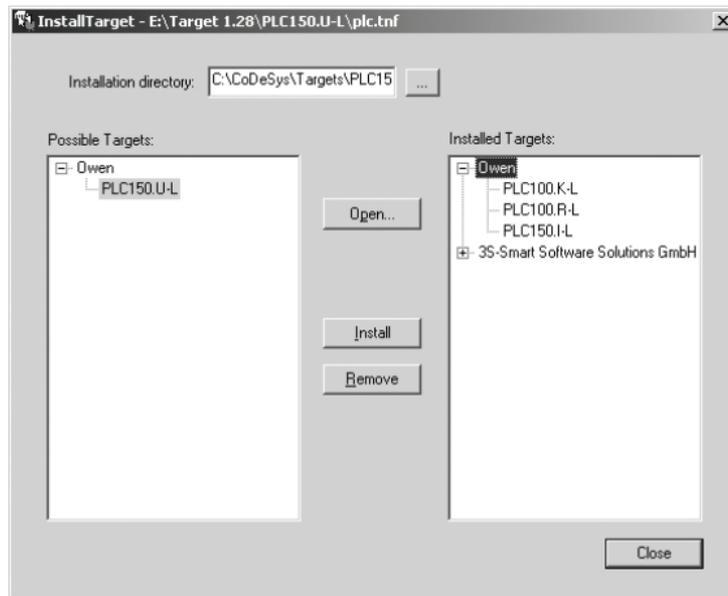

Рис. 2. Окно «InstallTarget» утилиты InstallTarget
1) В открывшемся при запуске утилиты **InstallTarget** окне (рис. 2) – нажать кнопку Open и указать путь доступа к инсталлируемому Target-файлу (имеющему расширение *.tnf, Target Information File). Target-файлы контроллеров ОВЕН ПЛК154 находятся на компакт-диске, поставляемом с контроллером, в папке «Target» или могут быть скачаны с сайта www.owen.ru. При скачивании с сайта папку с Target-файлами надо разархивировать и сохранить на жестком диске ПК.